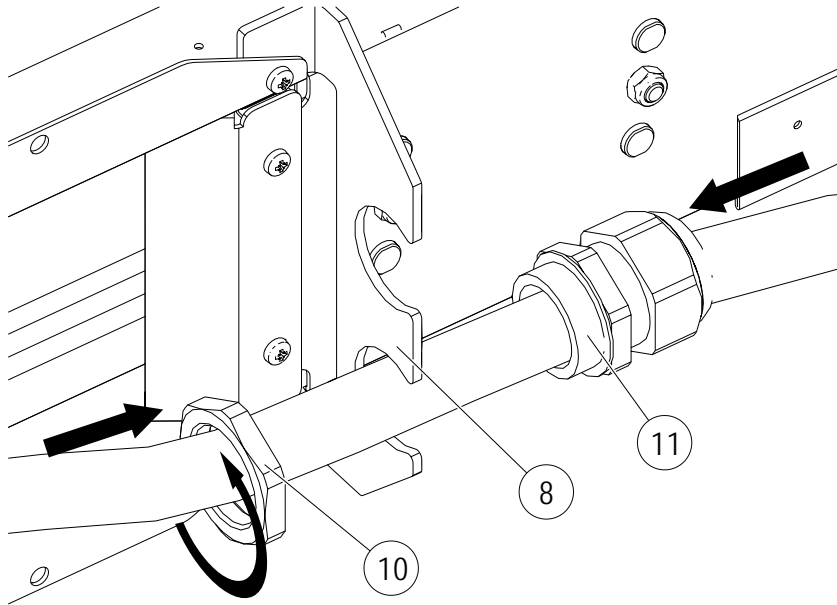

Abb. 48: Zugentlastung montieren
6. Die Anschlussleitungen an den Blechen des Befestigungsrahmen (8) mithilfe der Zugentlastung, bestehend aus Gegenmutter (10) und Verschraubung (11), befestigen (siehe Abb. 48).